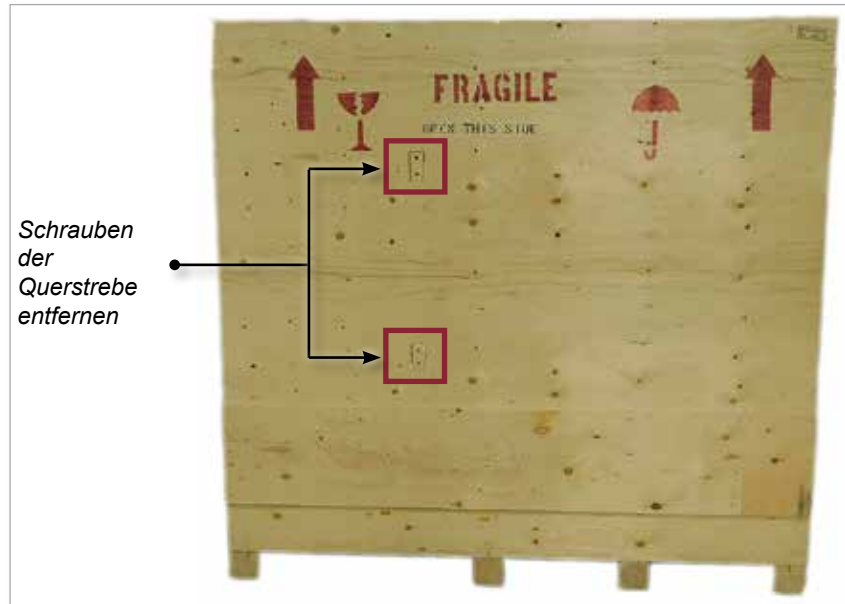

Abbildung 3-7 Schrauben der Querstrebe entfernen
4. Entfernen Sie von der Seite der Kiste, die mit "FRAGILE OPEN THIS SIDE" gekennzeichnet ist, die Schrauben der Querstrebe. Siehe Abbildung 3-7.